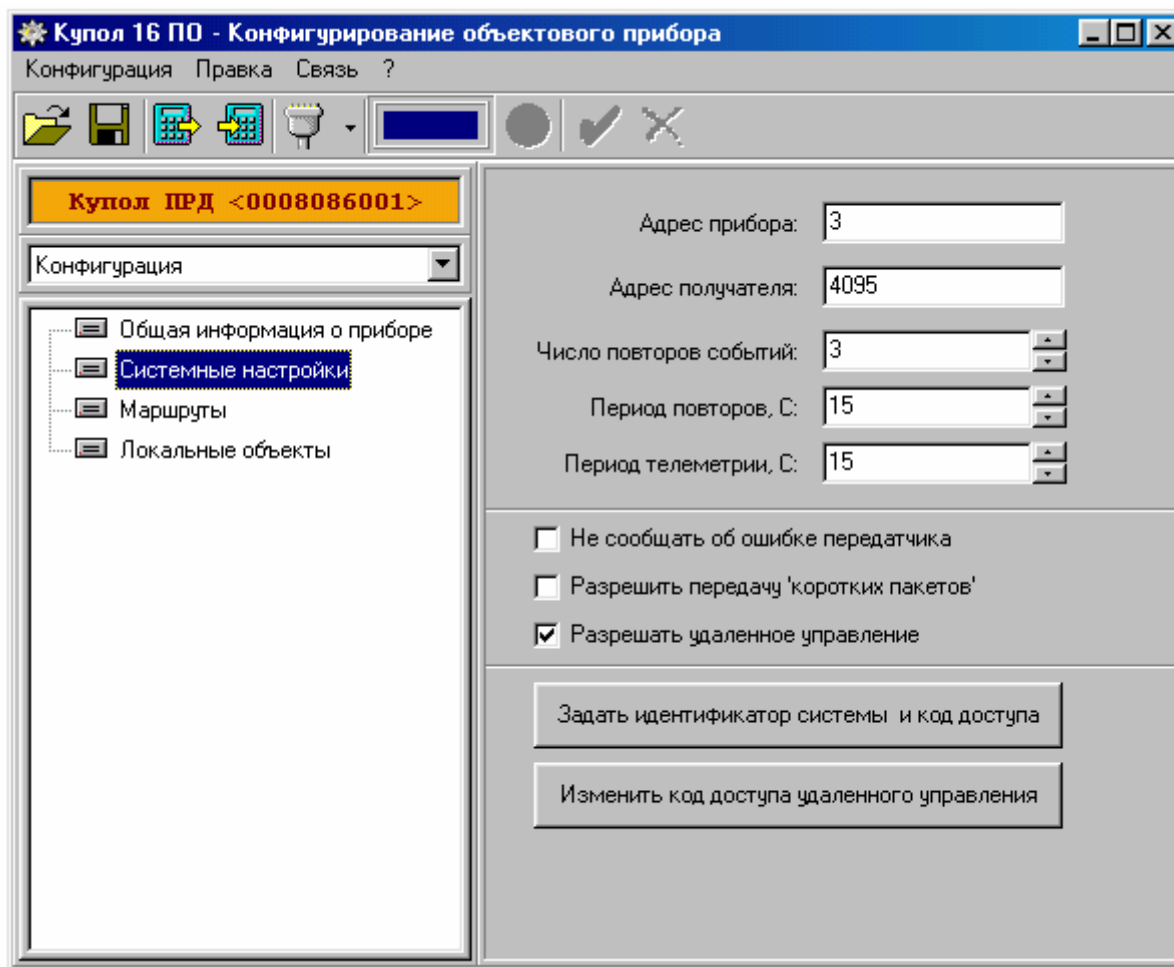

Рис. 10.2. Типовое окно описания системных настроек.
10.2.2.1 Для изменения системных настроек в дереве конфигурируемых параметров выберите параметр «**Системные настройки**» типовое окно программы конфигурирования объектового прибора при описании системных настроек показано на рис. 10.2.